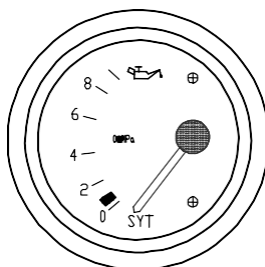

Figura 3-5 Medidor de pressão do óleo do motor
- 1) Verifique a pressão no medidor de pressão do óleo do motor, como mostrado na Figura 3-5..